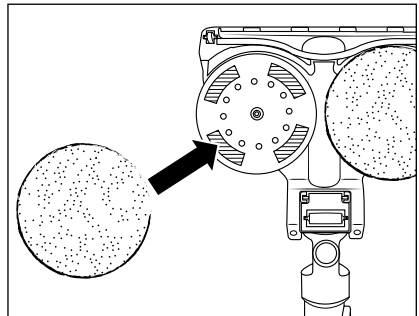

Fig. 18
- ◆ Per applicare un panno lavapavimenti ❸⁴ all'accessorio lavapavimenti ❸¹, posizionarlo al centro di uno dei due dischi girevoli che si trovano sul lato inferiore dell'accessorio lavapavimenti ❸¹ (vedere fig. 18). Poi fissarlo saldamente sui nastri di velcro del disco girevole.